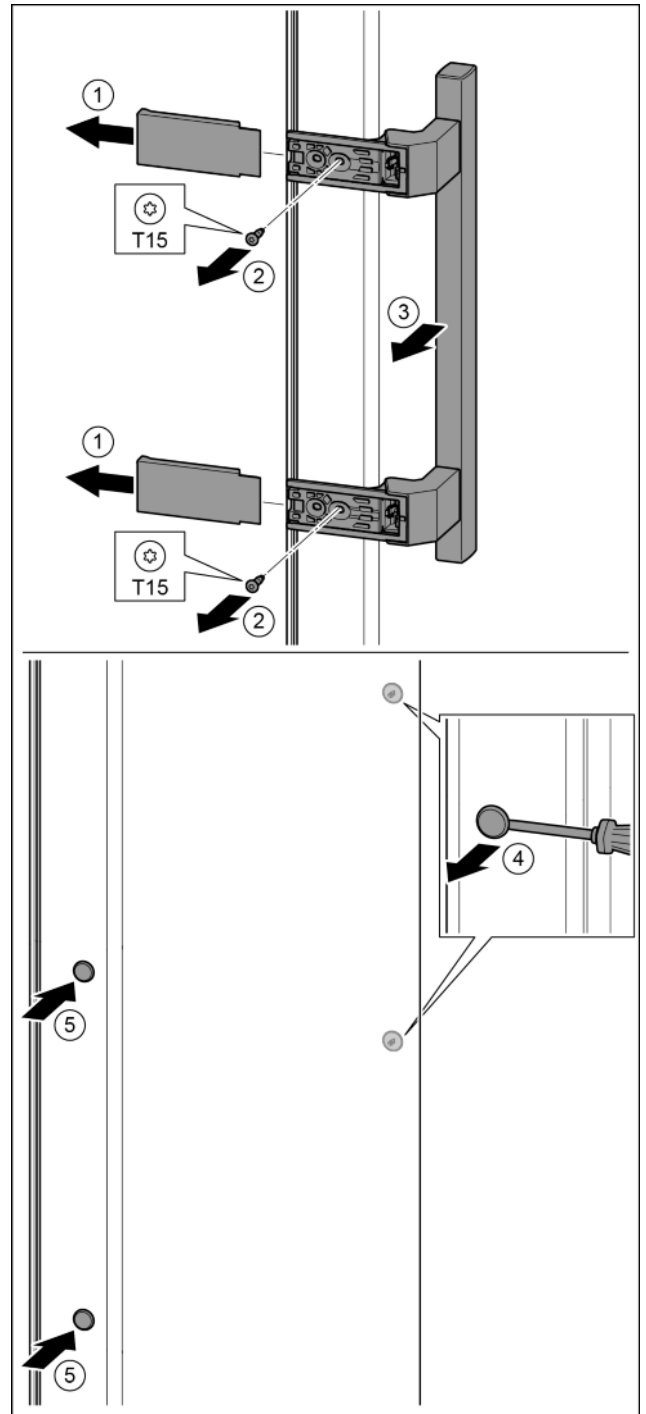

Fig. 15
- ▶ Húzza le a fedelet. Fig. 15 (1)
- ▶ T15 csavarhúzóval tekerje ki a csavarokat. Fig. 15 (2)
- ▶ Vegye le a fogantyút. Fig. 15 (3)
- ▶ Az oldalsó dugókat egy csavarhúzóval óvatosan emelje meg és húzza ki. Fig. 15 (4)
- ▶ A dugókat helyezze be a másik oldalon. Fig. 15 (5)